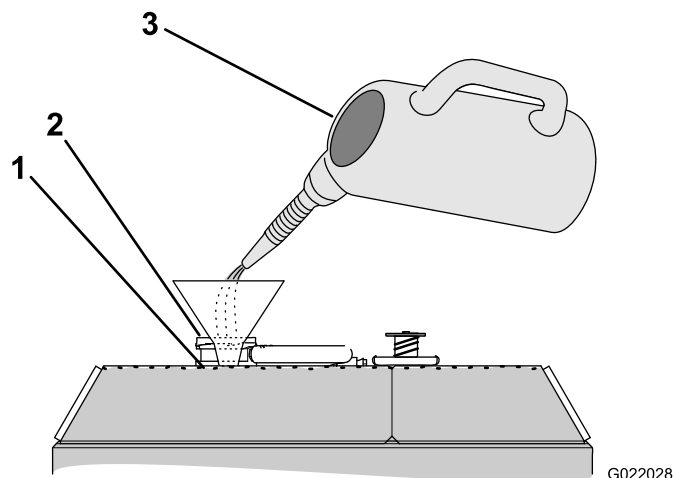

Figura 143
3. Adicione líquido de arrefecimento no radiador até o nível beirar o fundo do bocal de enchimento (Figura 143).